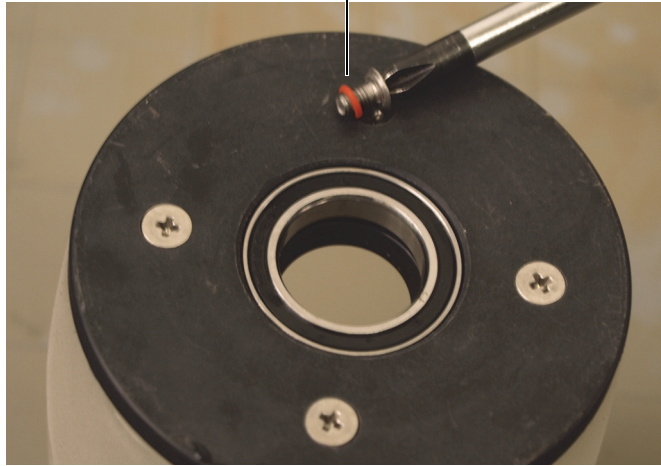

Figura 6-14 Remoção dos parafusos de retenção externos do flange da roda acústica
1. Remova os quatro parafusos de retenção externos do flange plano da roda acústica, que está do lado oposto ao do flange lateral do cabo da sonda (Figura 6-14 na página 95).